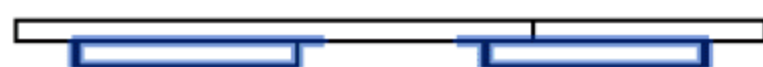

图 8.3.4 支架 A 效果图
(5) 编辑可见性并添加材质。首先,选中支架 A 图元,在“属性”面板中编辑“可见性/图形替换”选项,取消“平面/天花板平面视图”复选框的选择,单击“确定”按钮。其次,添加支架 A 的材质,选择或添加“不锈钢”类型,单击“确定”按钮,如图 8.3.4 所示。